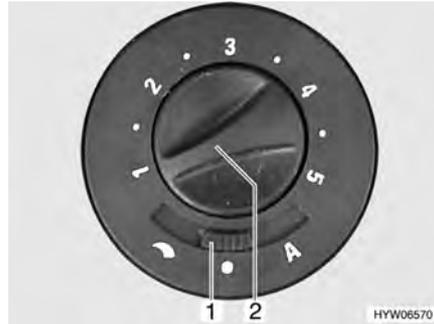

Bild 120 Bedienschalter für Umluftgebläse
- Den Schiebeschalter (Bild 120,1) auf "☾" (Handregelung) oder "A" (Automatikbetrieb) stellen.
- Mit dem Drehknopf (Bild 120,2) die gewünschte Leistung des Umluftgebläses einstellen (Handregelung) oder begrenzen (Automatikbetrieb).
- Den Schiebeschalter (Bild 120,1) auf "●" (Aus) stellen.